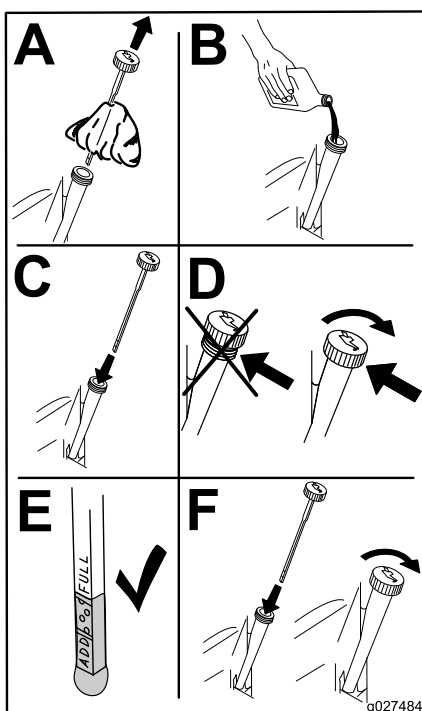

Figure 44
6. Versez lentement environ 80 % de l'huile spécifiée dans le tube de remplissage, puis faites l'appoint lentement pour faire monter le niveau jusqu'au repère maximum (Full) (Figure 44).